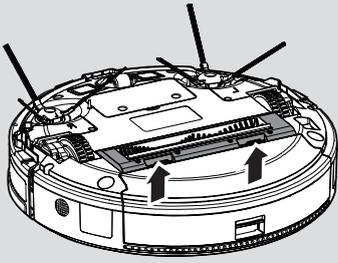

Fig. 21
2. Retournez le Robot. [Fig. 21]